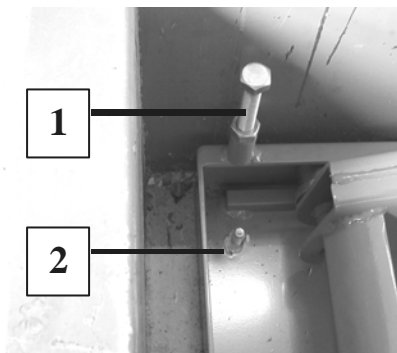

Fig.11
1. **Open cassette:** boor met behulp van een betonboor gaten van 12 mm en 125 mm diep in de vloer. Gebruik het frame van de hefbrug als boormal. Tik keilbouten van het type TIKM12x100 met een hamer in de vloer. Zie **ref.2 Fig 11** Draai de keilbouten vast met een momentsleutel tot 45 Nm.
#### HOOGTE AFSTELBOUTEN (REF.1 FIG.11)